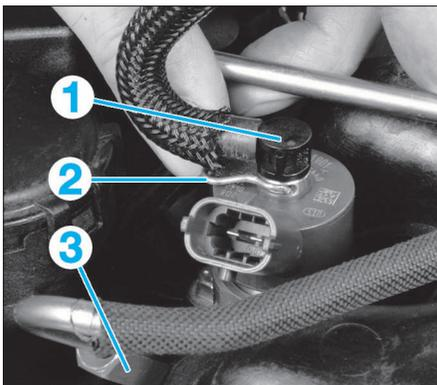

FIG. 34
- la fixation (2) de l'échangeur EGR et l'écarter.
- les canalisations de retour injecteur (1) en retirant l'agrafe (2) (Fig.34).